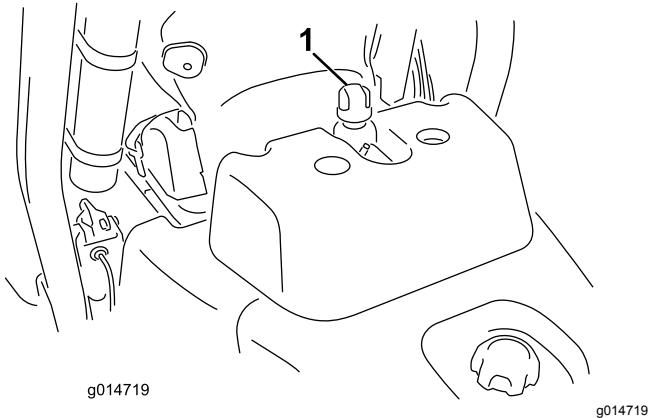

Figura 32
2. Retire el tapón del depósito (Figura 32).